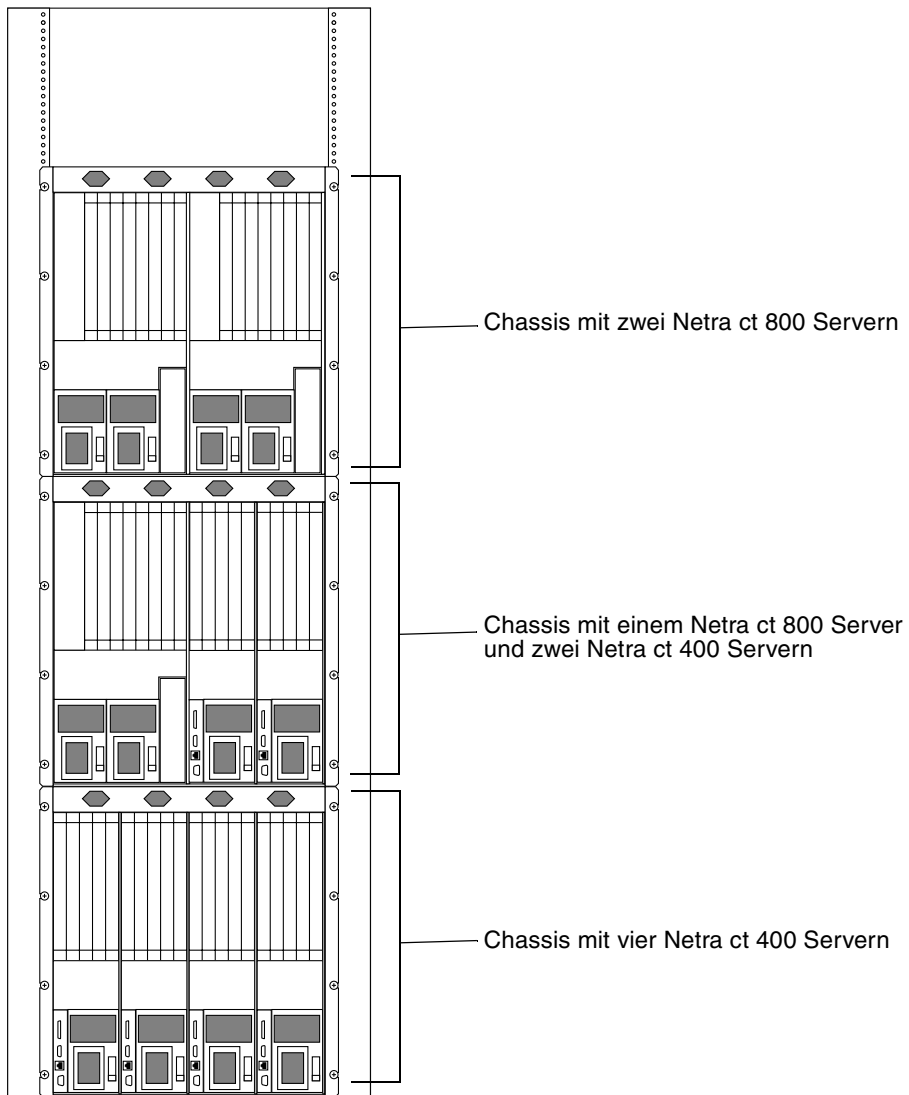

ABBILDUNG 2-3 Konfigurationsbeispiel 1 – drei Chassis, keine externen SCSI-Geräte
- ABBILDUNG 2-3—Konfigurationsbeispiel 1 – drei Chassis, keine externen SCSI-Geräte